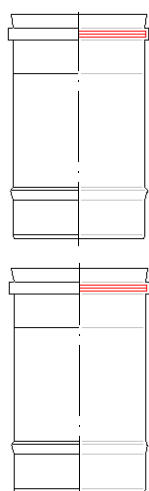

Fig.1
I sistemi Eurostar DI, Eurostar DL, Eurostar DM, Eurostar DR e Starfire DA sono realizzati con giunto a bicchiere di tipo maschio/femmina su nervature autocentranti ed antischiacciamento come schematizzato in **(Fig. 1)**. Il posizionamento della guarnizione siliconica nell'apposito alloggiamento situato all'interno del bicchiere femmina, garantisce la tenuta ai gas. Prima di iniziare l'installazione di qualsiasi componente, assicurarsi che la designazione del prodotto riportata sul pezzo e sull'imballo, sia idonea all'installazione da effettuare. Assicurarsi anche che i giunti siano integri e ben puliti: componenti con giunti danneggiati (ad es. schiacciati e/o, ovalizzati) non possono essere utilizzati. A questo punto procedere nel seguente modo:
- Installare gli elementi seguendo il senso dei fumi indicato sull'elemento con un'apposita freccia, ovvero con il bicchiere interno femmina rivolto verso l'alto **(Fig. 1)**